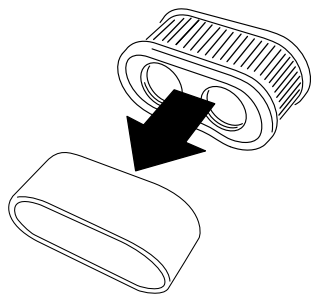

Figure 30
5. Sortez l'élément en mousse de l'élément en papier (Figure 30).